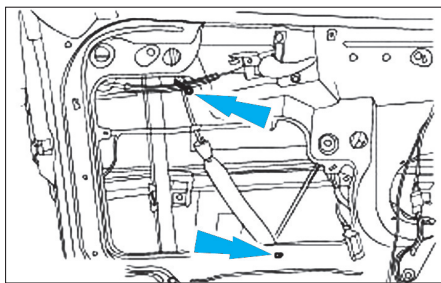

Fig. 52
- Séparer le câble de lève-vitre du panneau de porte (Fig.52).